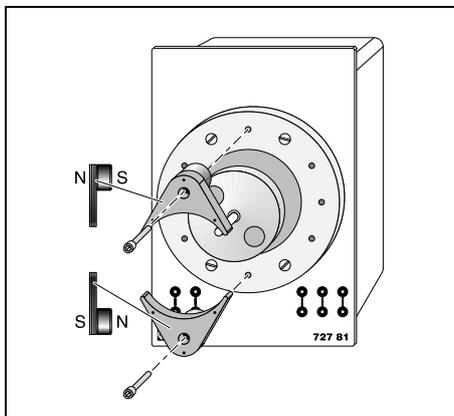

Fig. 4
- Faire adhérer les aimants du disque à pôles différents sur la surface de contact polie d'une pièce polaire pour aimant et enficher les vis dans les perçages ainsi que représenté à la fig. 4.
- Adherir los imanes de disco, con los polos desiguales, cada uno sobre el lado blanco metálico de una zapata polar para imán e introducir los tornillos por los taladros como se ilustra en la Fig. 4.